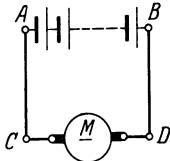

Abb. 9. Schaltung zu Aufgabe 54.
**54.** Von einer aus 60 [80] Zellen bestehenden Akkumulatoren-batterie (Abb. 9) von je 2 [1,95] V EMK und 0,0008 [0,0006]  $\Omega$
55. Welchen theoretischen Querschnitt müssen die Zuleitungen  $\overline{AC}$  und  $\overline{BD}$  (Abb. 9) besitzen, wenn der Spannungsverlust 5 [8] V betragen soll?
56. Welcher Strom würde in dem Kreise  $ABDCA$  (Abb. 9) fließen, wenn in dem Motor keine elektromotorische Gegenkraft aufträte und die übrigen Angaben der Aufgabe 54 entsprächen?